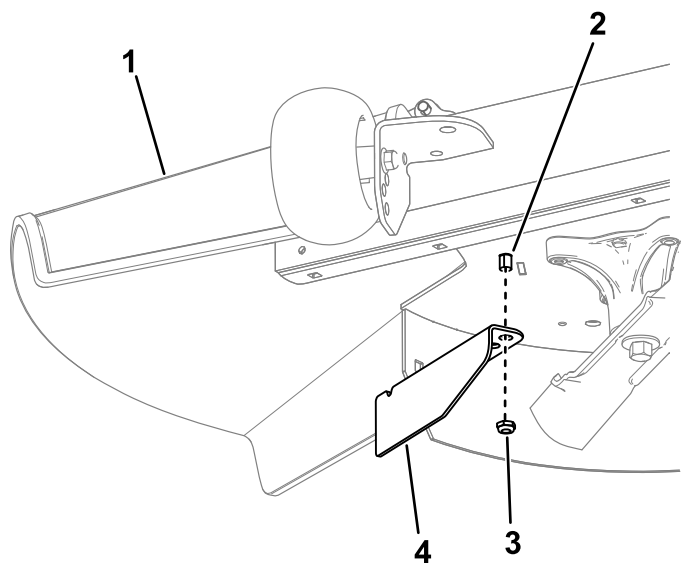

Figura 15
- Îndepărtați piulița de la tija deflectorului pentru iarba de sub puntea mainii de tuns iarba (Figura 15).
- Utilizați piulia pentru a monta deflectorul de separare pe tija deflectorului pentru iarbă, folosind orificiul exterior al deflectorului (Figura 15).